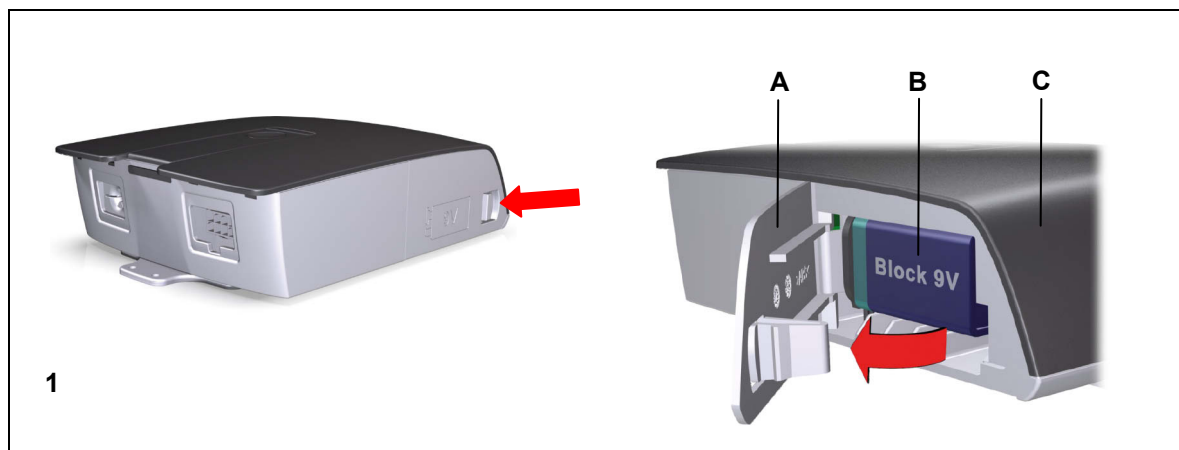

Abbildung 9 Öffnen des Batteriefachdeckels
- 1 Öffnen Sie den Batteriefachdeckel auf der Seite des POWER SUPPLY HE-300 SMPS durch Drücken der Rastnase (siehe Abbildung 9).